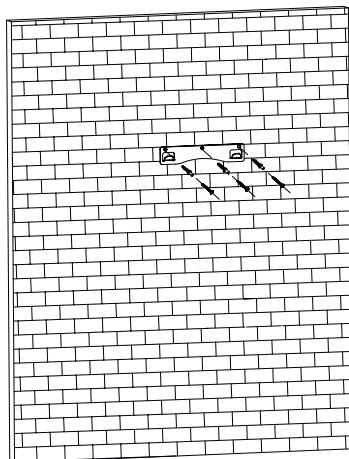

Рис. 9
Разместите на стене планку крепления вытяжки по горизонтали так, чтобы при навесе на нее вытяжки получилось необходимое расстояние до столешницы. Сделайте разметку отверстий крепления планки (рис. 9).
3. Прикрутите установочную планку в просверленные места (рис. 9).
4. Если вытяжка будет работать в режиме отвода воздуха в вентиляционную шахту, то необходимо один конец гибкого воздуховода диаметром 150 мм (в комплект входит гибкий воздуховод длиной 1 м, при необходимости более длинного воздуховода, он приобретается отдельно) одеть на переходной фланец, предварительно промазав место стыковки герметиком, и закрепить его с помощью хомута (приобретается отдельно). (рис. 9)